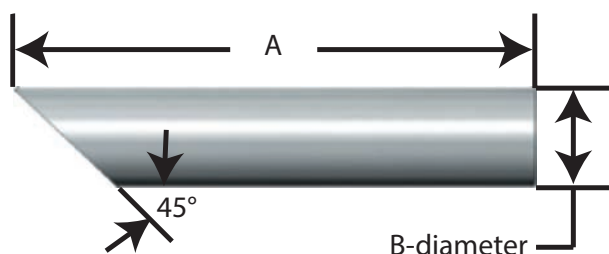

Bild 47: Specifikation med drivstift
Drivstift - Tvådrivstift krävs för att ta bort skivan (6) från skivhållaren (8) (se bild 47 och tabell 27a).